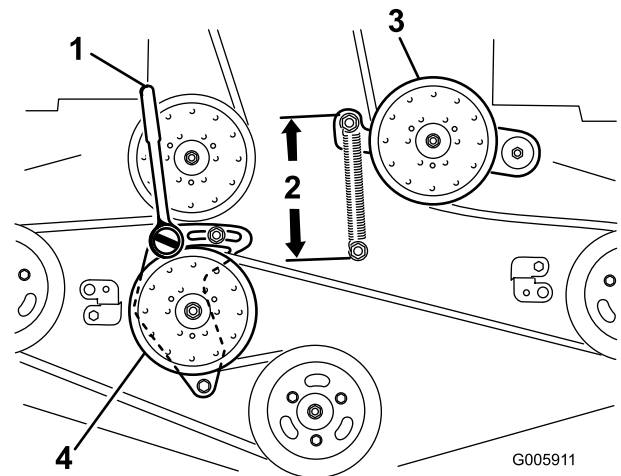

Figure 90
6. Desserrez le bras de la poulie de renvoi fixe pour détendre la courroie (Figure 90).
9. Insérez une douille courte avec manche à rochet ou une barre de levier dans le trou carré du bras de la poulie de renvoi fixe (Figure 90).
11. Pour augmenter la tension de la courroie, tournez le manche à rochet ou la barre de levier dans le sens antihoraire pour déplacer le bras de poulie fixe jusqu'à ce que les crochets du ressort soient espacés de 16,5 cm (Figure 90).